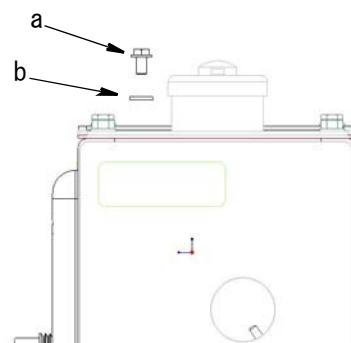

図 2
1. 接地用ネジ (a) を緩め (図 2)、接地用ネジとワッシャー (b)との間に、12 ゲージ (1.5mm) の最低アース線の片方を設置します。